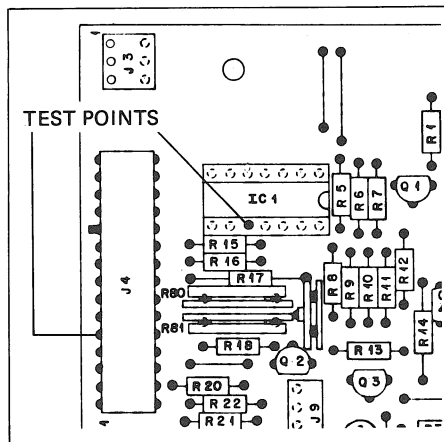

Fig. 3.12
- An IC1 Pin 10 (Mikroprozessorprint 1.710.465) oder an Steckerleiste J4, Pin 5 Oszilloskop oder hochohmiges Voltmeter (> 1 MOhm) gegen Masse anschliessen (Fig. 3.12).
- Connect oscilloscope of high-impedance voltmeter (> 1 Mohm) to IC1 pin 10 (microprocessor board 1.710.465) or multipoint connector J4 pin 5 against ground (Fig. 3.12).
- Branchez un oscilloscope ou un voltmètre à haute impédance (> 1 MOhm) sur la broche 10 du circuit intégré IC1 (circuit du microprocesseur 1.710.465) ou sur la broche 5 du connecteur J4 (fig. 3.12).